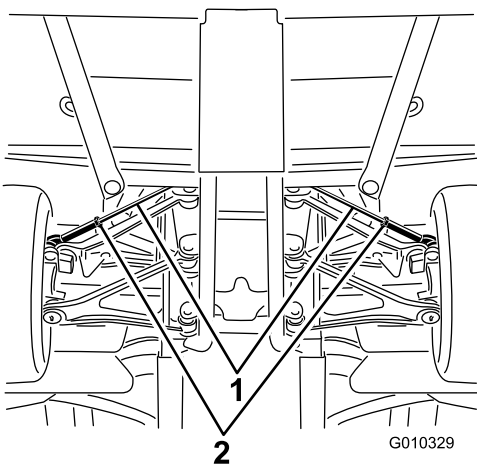

Рисунок 64
- A. Ослабьте контргайку в середине тяги (Рисунок 64).